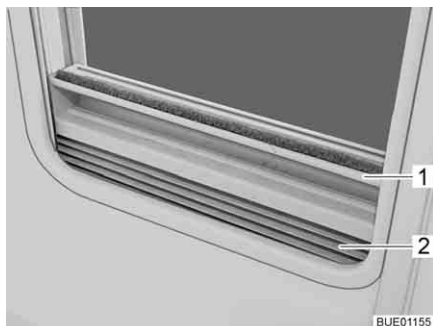

Fig. 30 Tendina oscurante pieghevole
- Afferrare la tendina oscurante pieghevole (Fig. 30,2) per la parte centrale della barra di presa (Fig. 30,1), tirarla dal basso verso all'alto e rilasciarla nella posizione desiderata. La tendina oscurante pieghevole rimane in questa posizione.